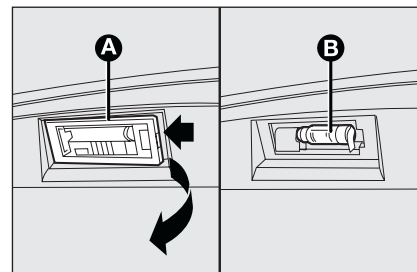

fig. 31
- ☐ intervenga en el punto indicado por la flecha y quite la pantalla transparente **A**-fig. 31;